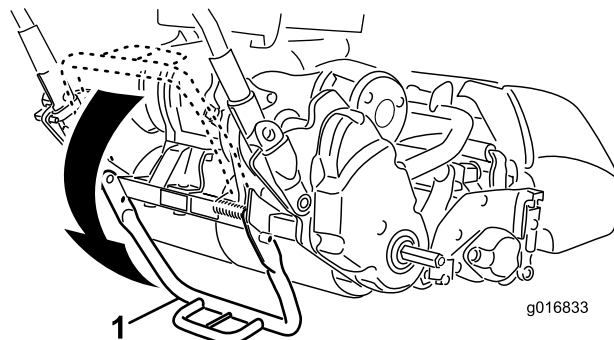

图7
1. 用脚踩下支撑架，向上拉起手柄支架，直至支撑架向前旋转并通过中心位置（图7）。